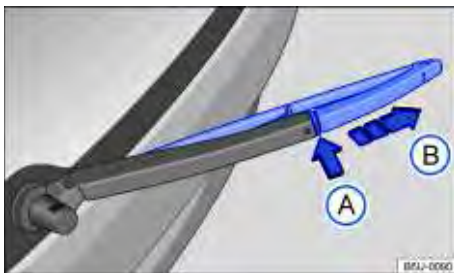

Fig. 136 Substituir a palheta do limpador do vidro traseiro.
- Manter a tecla de destravamento ⇒ Fig. 136  pressionada.